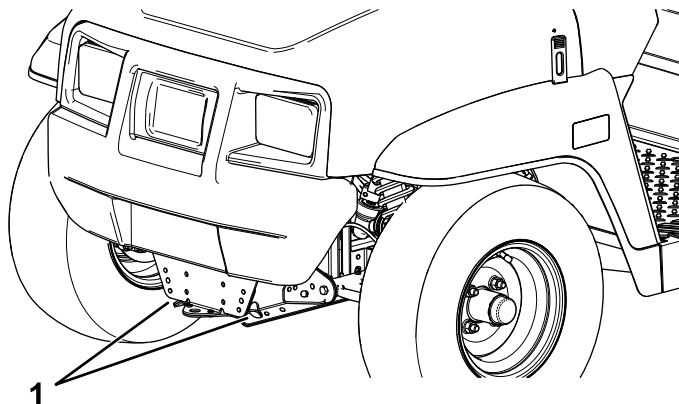
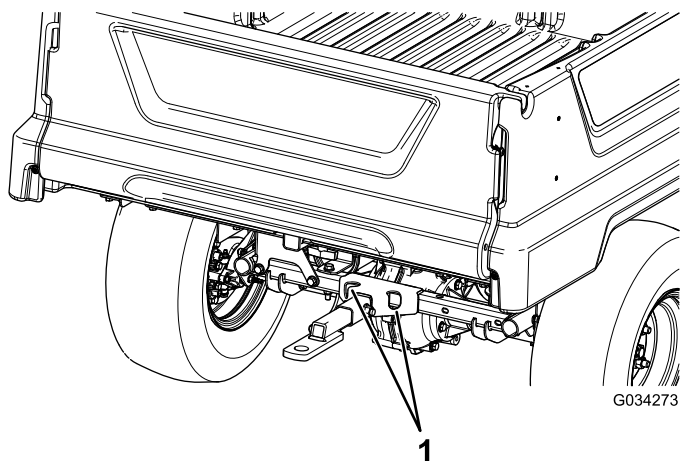

Figure 20
Figure 21
L'emplacement des points d'arrimage sur la machine est indiqué à la Figure 20 et la Figure 21.
2. Attachez un câble de remorquage à la flèche d'attelage à l'avant du cadre de la machine (Figure 20).